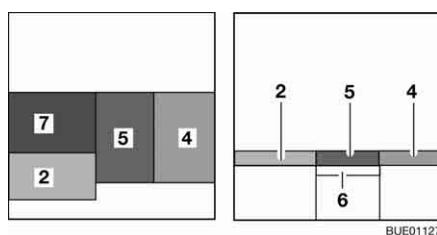

Fig. 122 Dopo la trasformazione
- Estrarre la prolunga del cassone letto (Fig. 122,6).
- Posizionare il cuscino del divano (Fig. 122,5) al centro.
- Posizionare il cuscino dello schienale (Fig. 122,4) tra il cuscino del divano e la parete.